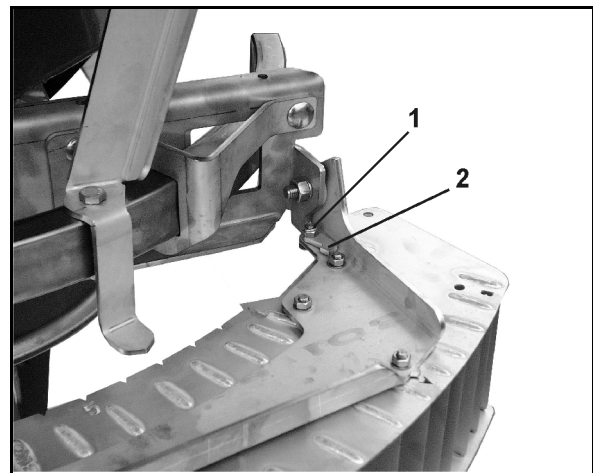

Fig. 95
Pe partea superioară a paravanului pentru împrăștiere pe linia de delimitare, se află câte o riglă de reglaj în dreapta și stânga (Fig. 95).
1. Desfaceți piulițele (Fig. 95/1) de la rigla de reglaj.
3. Întoarceți rigla de reglaj (Fig. 95/2) până la opritor și strângeți-o.